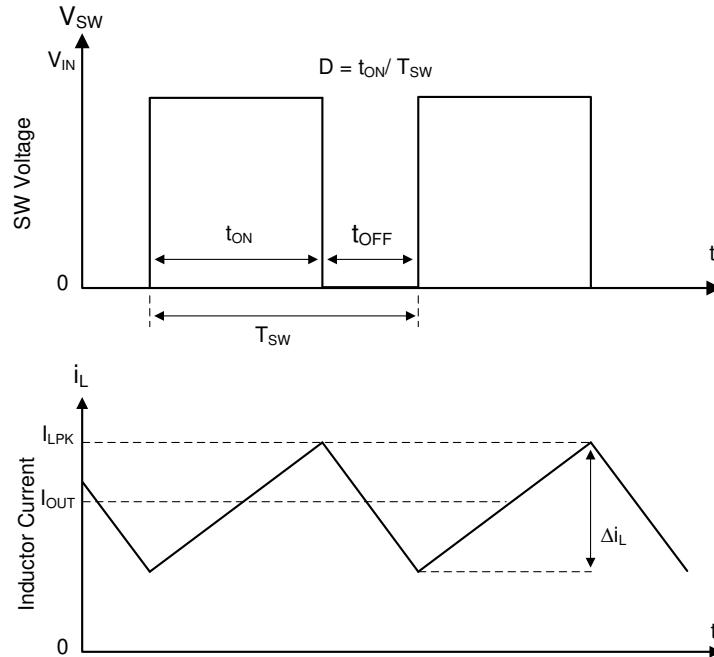

图 8-1. 连续导通模式 (CCM) 下的 SW 节点和电感器电流波形
LMR516xx 的以下运行说明涉及 功能方框图和 图 8-1 中的波形。LMR516xx 是一款同步降压转换器，具有集成式高侧 (HS) 和低侧 (LS) 开关 (同步整流器)。LMR516xx 通过使用受控的占空比打开高侧和低侧 NMOS 开关，来提供稳定的输出电压。高侧开关导通期间，SW 引脚电压上升至约 V_{IN} ，电感器电流 i_L 以线性斜率 $(V_{IN} - V_{OUT})/L$ 增加。当高侧开关被控制逻辑关闭时，低侧开关在经过反穿死区时间后将会导通。电感电流通过低侧开关以斜率 V_{OUT}/L 放电。降压转换器的控制参数为占空比 $D = t_{ON}/T_{SW}$ ，其中 t_{ON} 是高侧开关导通时间， T_{SW} 是开关周期。转换器控制环路通过调整占空比 D 来维持恒定的输出电压。在可忽略损耗的理想降压转换器中， D 与输出电压成正比，与输入电压成反比： $D = V_{OUT}/V_{IN}$ 。